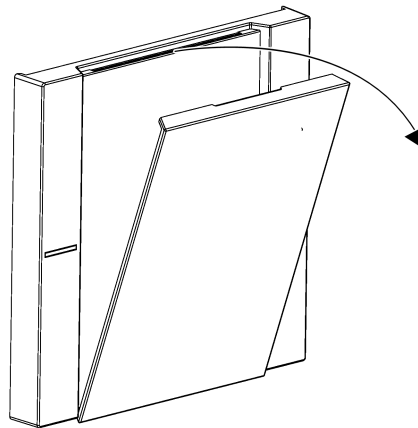

Bild 10: Beschriftungsfeldabdeckung abziehen
- Beschriftungsfeldabdeckung durch einseitiges Ziehen an der Kerbe von der Wippe abziehen (siehe Bild 10).